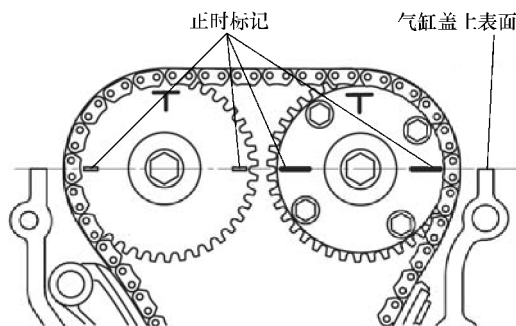

图 10-16 对齐凸轮轴链轮正时标记
2) 对齐凸轮轴链轮上的正时标记，从而使它们形成一条直线，并且与气缸盖上表面对齐，如图10-16所示。